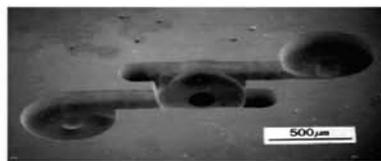
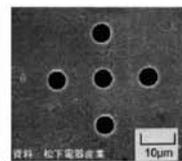

図 11
図 12
- ・創成加工例：シリコン (図 11)
③放電加工
- ・微細穴の加工例：ステンレス鋼・内径 $5\mu\text{m}$ (図 12)